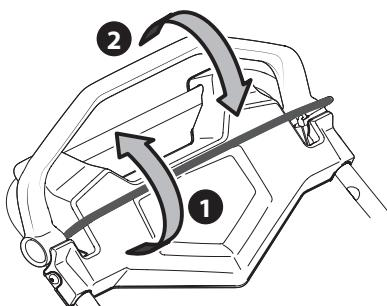

Figure 31
1. Une fois le moteur démarré, serrez la commande de la lame contre la commande d' entraînement et poussez la commande d' entraînement vers l'avant pour faire avancer la tondeuse. Plus vous poussez la commande vers l'avant, plus l'appareil avance rapidement. Voir Figure 31.